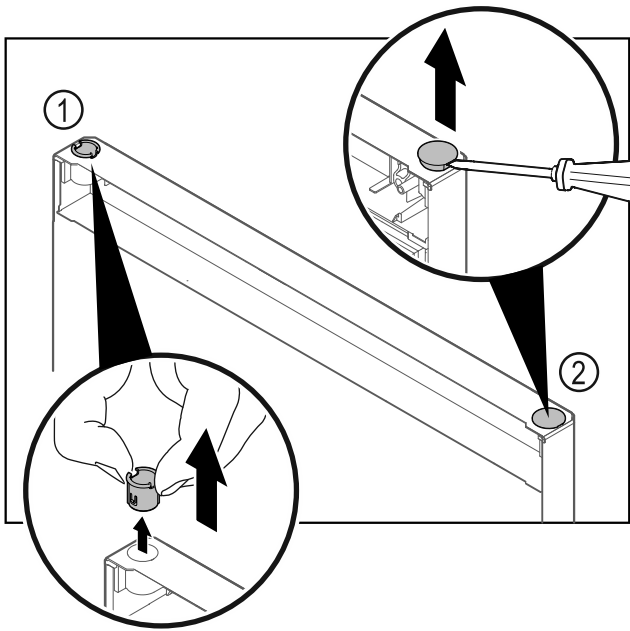

Fig. 27
- ▶ Pouzdro závěsu Fig. 27 (1) vytáhněte prsty.
- ▶ Krycí zátku Fig. 27 (2) opatrně nadzvedněte plochým šroubovákem a vytáhněte.